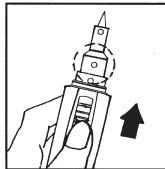

Abb. 5
6. Die Spitze 3–5 Sekunden erwärmen lassen. Der keramische Einsatz in der Spitze wird durch die Hitze langsam rot. Dann ist der Lötkolben/die Heißluftdüse einsatzbereit. Siehe Abb. 5.